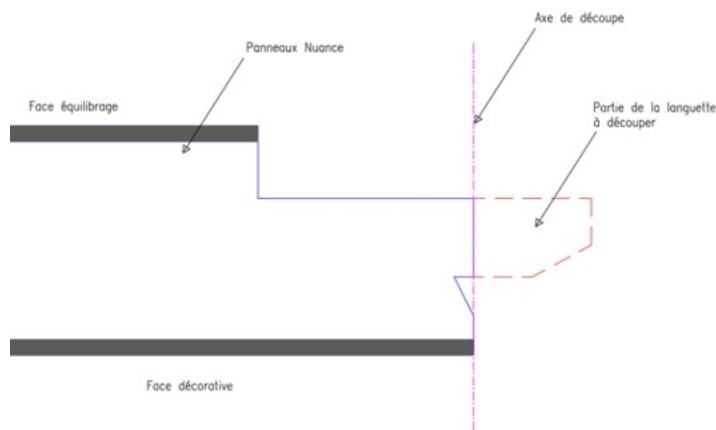

Figure 7 : schéma de découpe de la languette du panneau
- En angle de mur découper la languette ou la rainure du panneau selon les figures 7 et 8 ci-après.